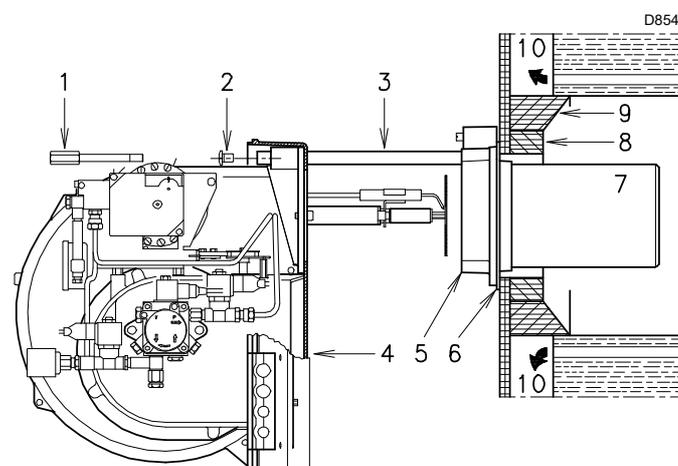

Fig. 11
Tubo llama 7)(Fig. 11):
Para calderas con paso de humos delantero 10)(Fig. 11) o con cámara de inversión de llama, colocar una protección de material refractario 8) entre el refractario de la caldera 9) y el tubo llama 7).
En calderas con frontal refrigerado por agua, no es necesario el revestimiento refractario 8)-9)(Fig. 11), salvo que lo indique expresamente el fabricante de la caldera.
Desmontar el tubo llama 7) del quemador 4)(Fig. 11) de la siguiente manera:
- hacer retroceder el quemador en las guías, como indica la Fig. 11;